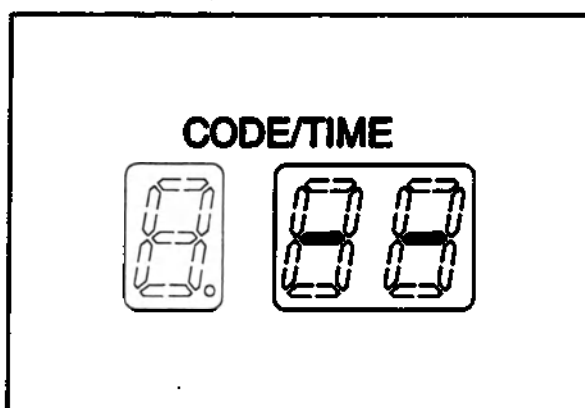

Рис. 4.54
7. Когда уровень обычного дезинфицирующего раствора достигает оптимального диапазона, который регистрируется в моечной ванне, нажмите на кнопку «STOP/CODE CLEAR» для завершения процесса. Кроме того, если уровень дезинфицирующего раствора достигает отметки «MAX» на индикаторе, раздаётся зуммерный сигнал, продолжающийся около 3 секунд, на дисплее «CODE/TIME» главной панели управления появляется знак [--] и процесс завершается. Если после завершения процесса в моечной ванне остаётся дезинфицирующий раствор, слейте его из моечной ванны и проведите промывание моечной ванны, номер программы промывания – [--] (см. рис. 4.54).